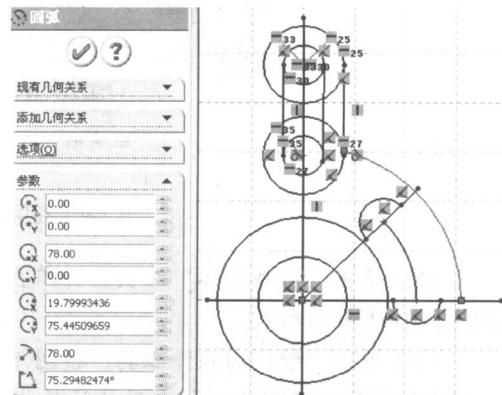

图 1-7 圆弧草图
(5) 单击“圆心/起/终点画弧”工具，参见图 1-7 并用鼠标依次输入圆心、起点和终点，按逆时针方向画出 4 条圆弧线，半径分别为 78、56、12。